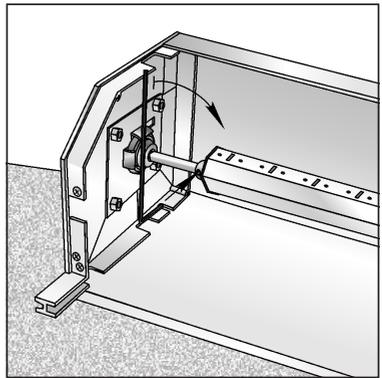

Abb. 18
- Schraube mit Kraft zudrehen, so dass auf dem Schaft ein Abdruck entsteht (Abb. 18);